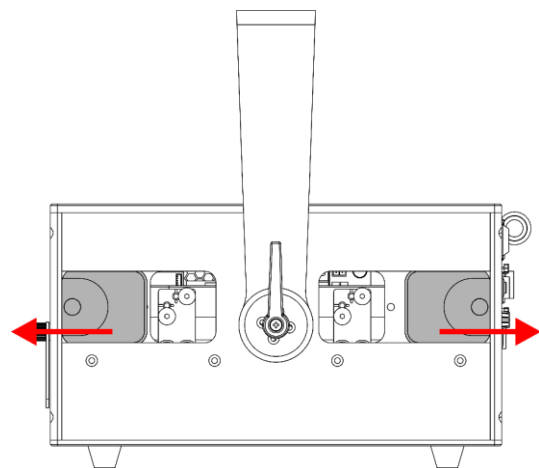

Fig. 16
- 02) Far scorrere le 2 **piastre di copertura (02)** ai lati del dispositivo, come mostrato nella Fig. 16, per accedere alle **viti di allineamento del fascio (A) e (B)**.